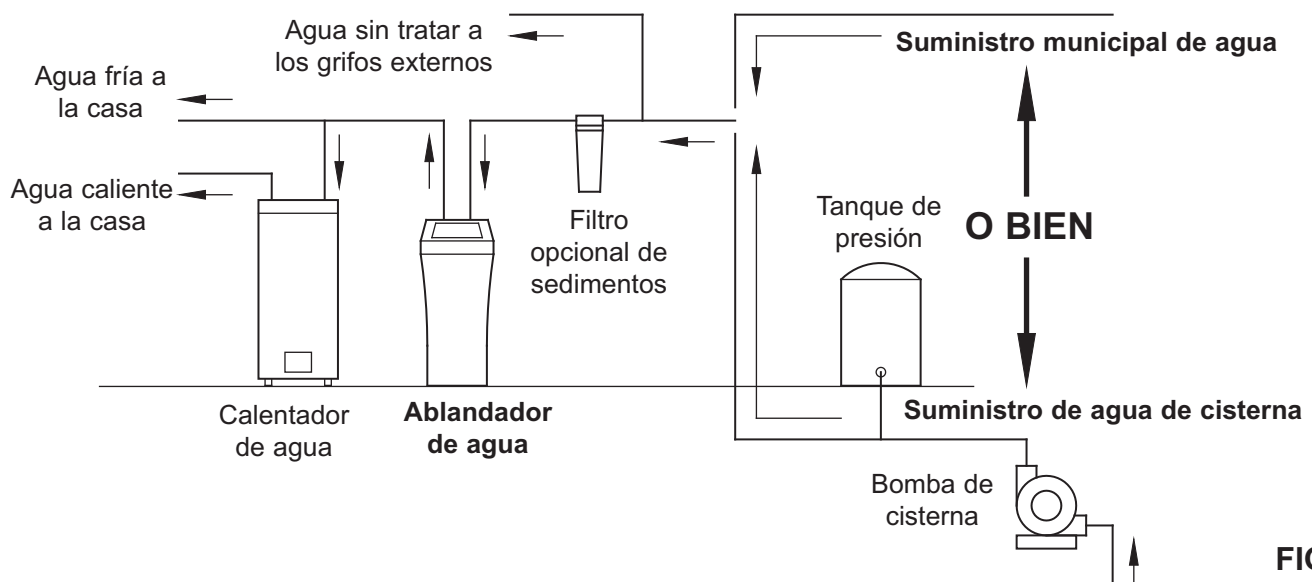

FIG. 3
- Siempre instale el ablandador de agua entre la entrada del agua y el calentador de agua. Cualquier otro equipo de acondicionamiento de agua instalado debe colocarse entre la entrada de agua y el ablandador de agua (vea la Fig. 3 a continuación).